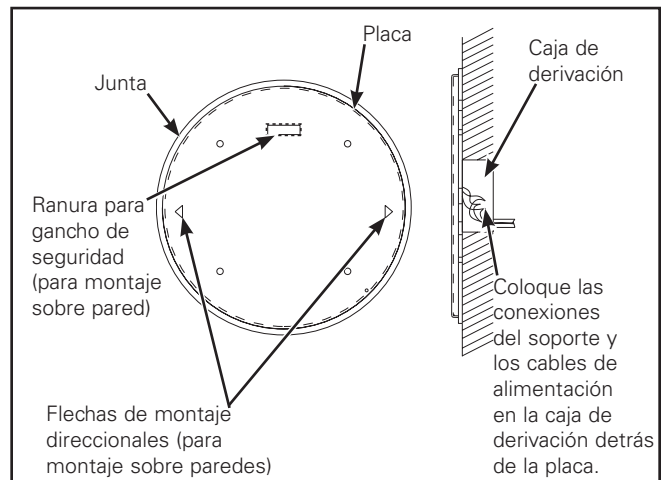

Figura 1. Placa/Unidad de Junta
4. Alinee la junta con los orificios de montaje y la ranura del gancho de seguridad en la placa. Ubique sobre el techo o pared, por encima de la caja de derivación. Si está montando sobre la pared, observe las flechas sobre la placa que apuntan horizontalmente, y monte la placa en esa dirección. Observe la ranura sobre la parte superior de la placa para sostener el gancho de seguridad de la unidad de la lente (ver paso 6 y Figura 1.). Antes de fijar a la superficie, asegúrese de que la junta esté alineada de manera uniforme, alrededor de todo el perímetro de la placa de montaje, para garantizar un sellado apropiado.